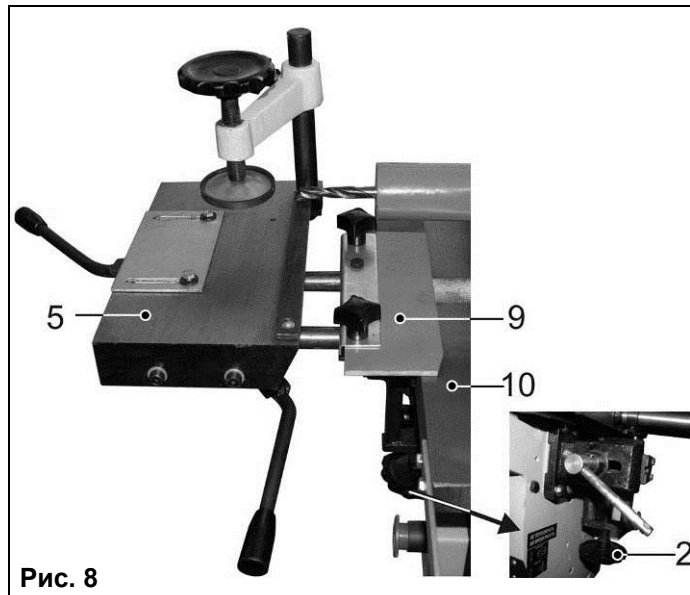

Рис. 8
8.2.6. На фрезерном рабочем столе (10) установите и закрепите фрезерный суппорт (5) и подвижный упор (9), Рис. 8.
8.2.7. На суппорте (5) установите и закрепите прижимное устройство (8) Рис. 8.
8.2.8. Вверните маховик установки высоты фрезерного стола (2), Рис. 8.